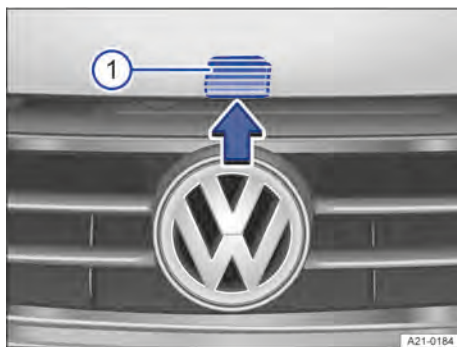

Fig. 170 Encima de la parrilla del radiador: palanca de accionamiento del capó delantero.
3. Levante el capó por la palanca de desbloqueo → Fig. 170 ① y ábralo del todo.